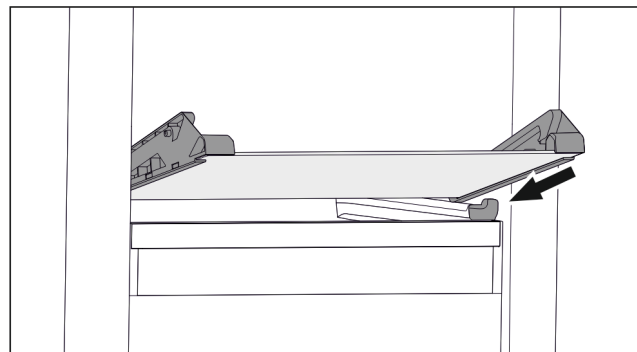

Fig. 132 Steklena plošča nagibnega predala
- ▶ Stekleno ploščo postavite v poševnem položaju za zaustavljalniki. (glejte Fig. 132)